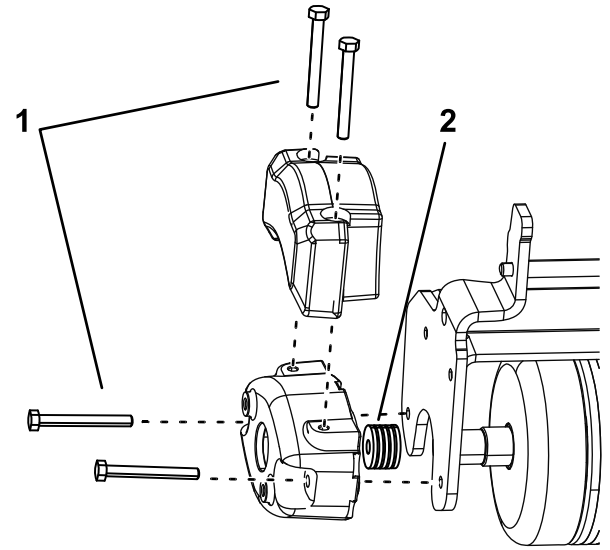

**Bild 4**
4. Setzen Sie den Motor in die linke Seite des Rasenlüfters (aus Sicht der Bedienerstellung) ein und ziehen Sie die Motorbefestigungsstange am Rasenlüfter zum Motor, bis Sie einen deutlichen Klick von beiden Seiten des Motors hören (**Bild 4**).